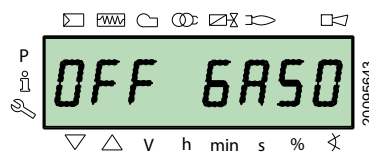

Fig. 41
- Fioul domestique « OFF GASO » (Fig. 41).